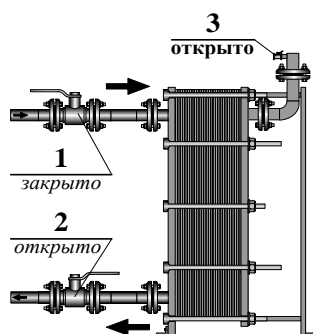

Рис. 12 Положение задвижек перед пуском
8.2.1 Перед пуском одной из сторон (рис. 12), задвижка 1 на входе теплоносителя в теплообменник должна быть полностью закрыта, задвижка 2 на выходе теплоносителя из теплообменника – открыта, вентиль развоздушивания 3 – открыт.